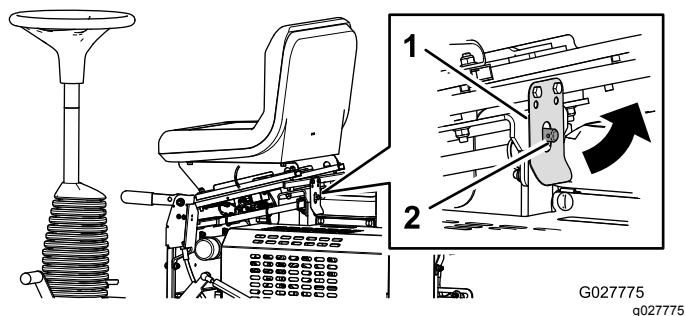

Рисунок 19
2. Оттяните защелку сиденья и наклоните сиденье вперед (**Рисунок 19**).